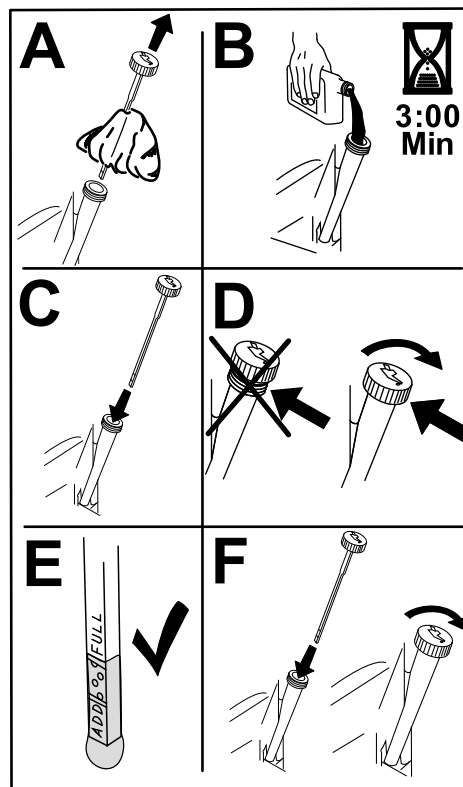

Figura 43
6. Vierta lentamente un 80% aproximadamente del aceite especificado por el tubo de llenado, luego añada lentamente el resto del aceite hasta que llegue a la marca **Lleno** (Figura 43).